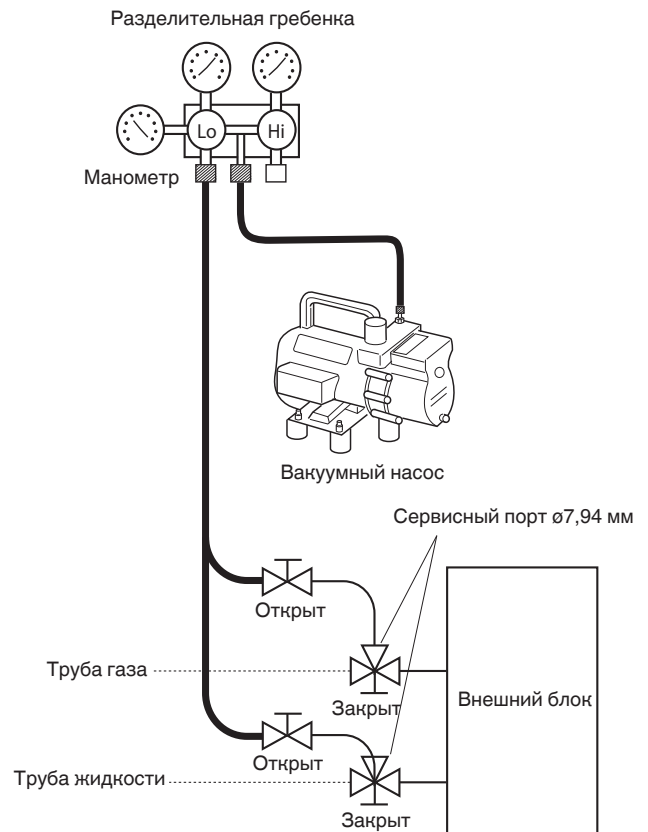

Рис. 6-4
- После достижения нужного вакуума закройте кран «Lo» разделительной гребенки и выключите вакуумный насос. Убедитесь, что давление на манометре составляет ниже -101 кПа (-755 мм рт.ст., 5 торр) через 4 – 5 минут работы вакуумного насоса. (Рис. 6-4)